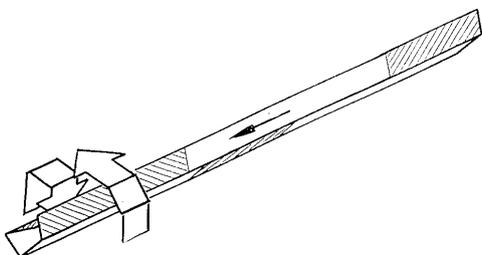
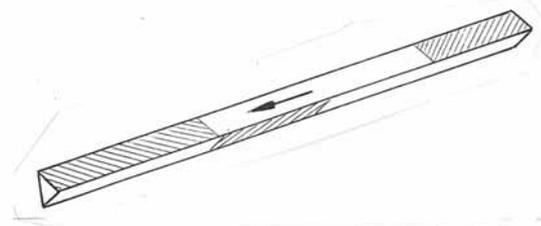

Рис. 1
Рис. 2
1. Развертку фюзеляжа (деталь 1) свернуть в виде трехгранной трубки (рис. 1) и склеить по всей длине заштрихованной полоски (рис. 2). Хорошо бы до полного высыхания клея положить трубку на ровную поверхность под небольшой груз, чтобы избежать коробления.